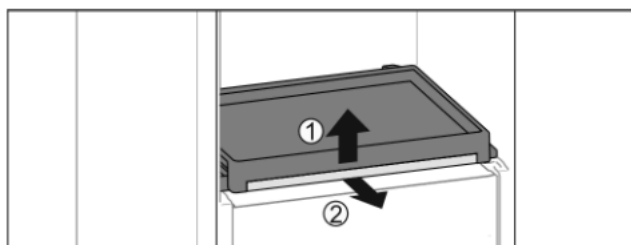

Fig. 42
- ▶ Rimuovere il ripiano estraibile con ripiano di vetro: sollevare leggermente in avanti il ripiano di vetro Fig. 42 (1) e tirarlo in avanti Fig. 42 (2).